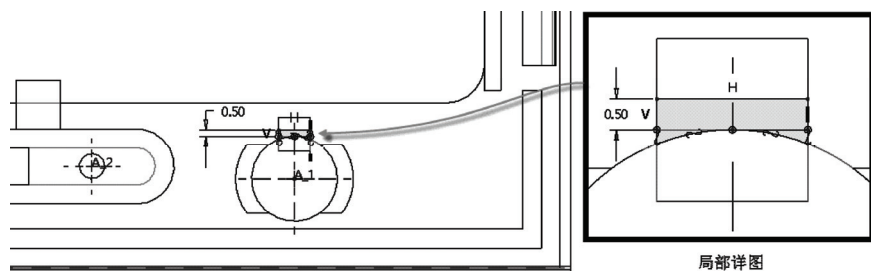

图 12-61 绘制开放的截面
3) 绘制图 12-61 所示的截面, 该截面由 4 条边组成。单击  (确定) 按钮, 完成草绘并退出草绘模式。